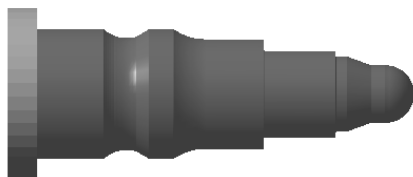

图 6-53 实体切削仿真 (3)
- 单击对话框中的 View from last result 按钮, 然后单击 Forward replay 按钮, 显示实体切削仿真(3)如图 6-53 所示。